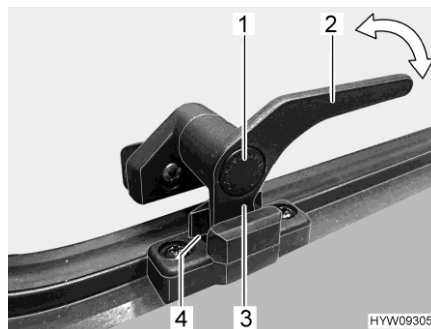

Fig. 23 Levier de verrouillage (position "Aération permanente")
- En position "Aération permanente" (Fig. 23)
- Enfoncer le bouton de sécurité (Fig. 23,1) et le maintenir enfoncé.
- Tourner le levier de verrouillage (Fig. 23,3) d'un quart de tour vers le centre de la fenêtre.
- Remettre le levier de verrouillage en position initiale. Le tenon de verrouillage (Fig. 23,3) du levier de verrouillage doit pénétrer alors dans le logement prévu à cet effet dans le verrouillage de fenêtre (Fig. 23,4).
- Relâcher le bouton de sécurité (Fig. 23,1).